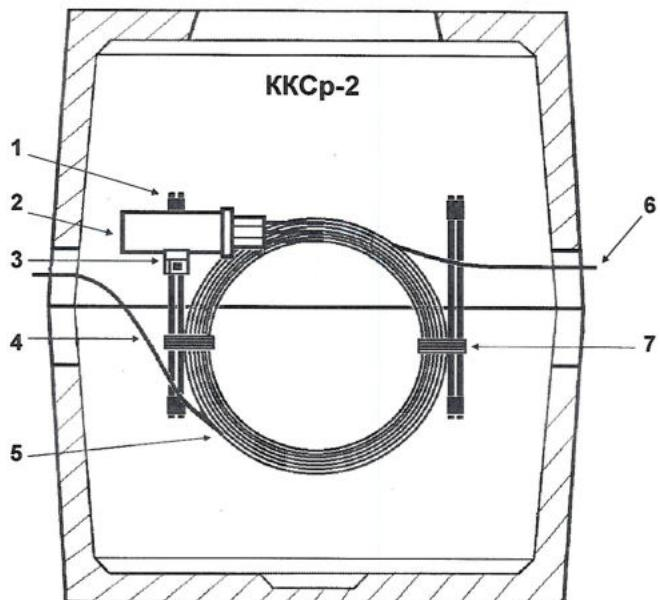

Рис. 4. Размещение тупиковой муфты и бухты технологического запаса срашиваемых кабелей в колодце ККСр-2:
4.2.4. Бухту запаса следует формировать так, чтобы она помещалась в промежутке между вертикальными кронштейнами. В нём с допустимым радиусом изгиба помещается бухта запаса при наружном диаметре кабелей до 20 мм. Бухта в вертикальном положении устанавливается между кронштейнов и прикрепляется к консолям и кронштейнам перевязками из стальной проволоки (рис. 4 и 6).